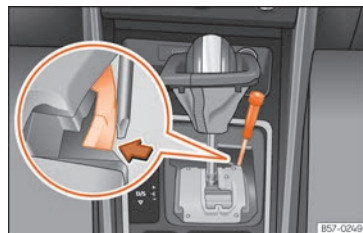

Fig.140 Alavanca seletora: desbloqueio de emergência a partir da posição de estacionamento.
- Com a ajuda da parte plana de uma chave de fendas, pressione lateralmente a patilha amarela e mantenha-a pressionada »» **Fig. 140**.